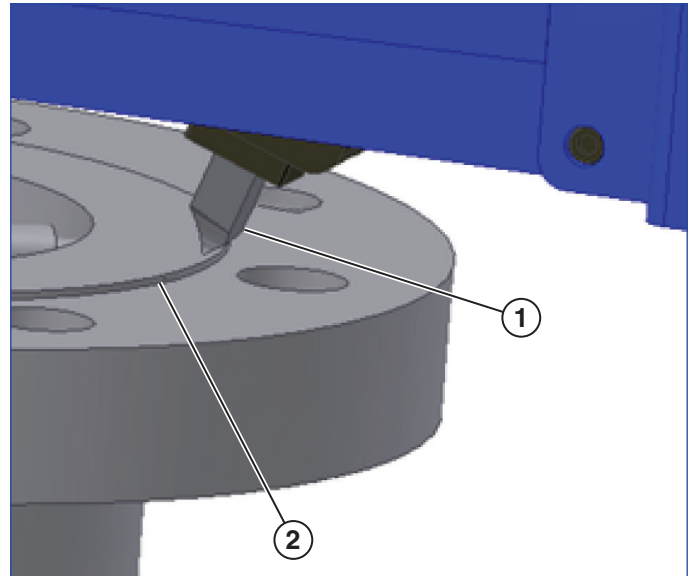

Bild 13
1. Använd spärrnyckeln för att placera verktygsskåret precis bredvid YD på ytan som ska maskinbearbetas (se bild 13).